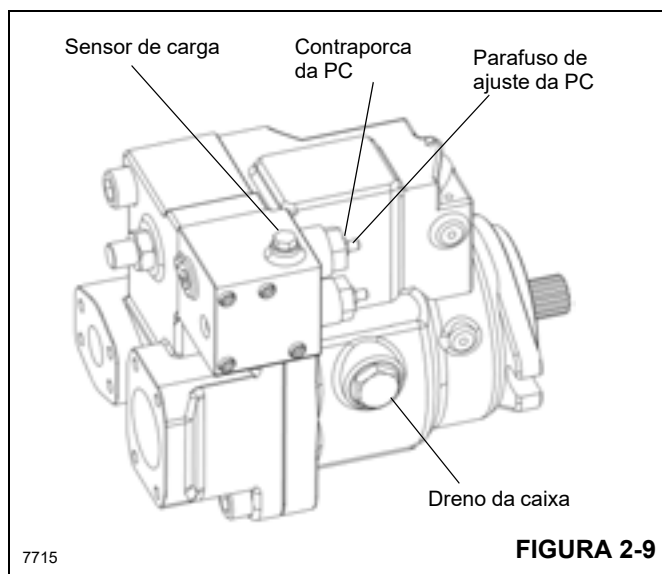

FIGURA 2-9
sação da pressão (PC) conforme mostrado na Figura 2-9. Solte a contraporca M8 e use uma chave Allen de 4 mm para acertar o ajuste. O giro no sentido horário aumenta o ajuste e cada volta gera um ganho de 100 bar (1450 psi).
3. Aumente a compensação de pressão (PC) até que 345 bar (5000 psi) seja atingido no medidor. Deve haver um silvo audível na linha de alívio principal e na linha de retorno de volta ao tanque hidráulico com a sensação de que há um grande fluxo de óleo para o tanque. Isto significa que o ajuste do alívio principal foi atingido.
2. Dê partida no motor e ative o joystick do guincho. Ajuste a válvula de ajuste da compensação de pressão (PC) (Figura 2-9) no sentido anti-horário para medir a pressão correta. Consulte a Tabela 2-2 sobre a leitura correta da pressão máxima da bomba.